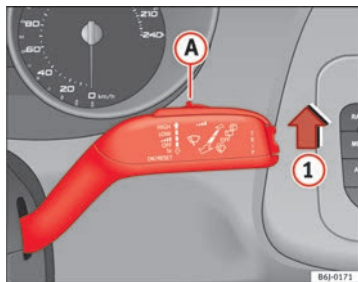

Fig. 67 Leva dell'impianto tergicristalli
- Spostare la leva del tergicristallo nella posizione ① ⇒ fig. 67.